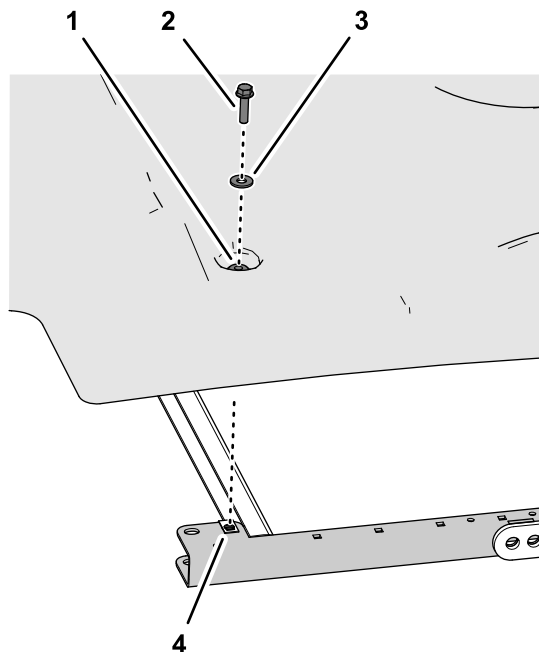
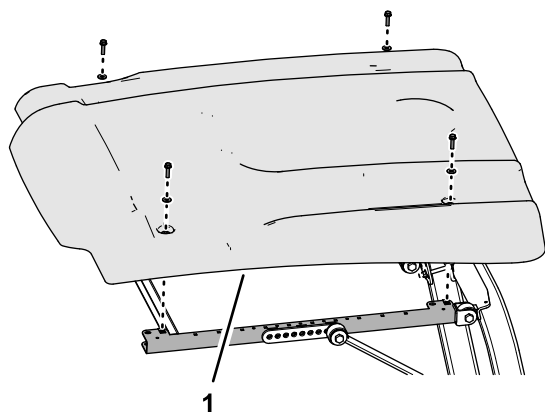

Figura 2
Figura 1
2. Togliete il parasole dalla macchina (Figura 1).
1. Togliete i 4 bulloni a testa flangiata (5/16" x 1 1/4") e le 4 rondelle (5/16") che fissano il parasole alle canaline del telaio laterale (Figura 1 e Figura 2).